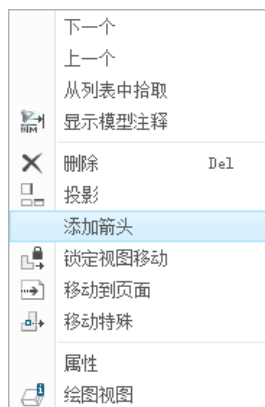

图 3.8.13 快捷菜单
(1) 选取图 3.8.11 所示的全剖视图，然后右击，从图 3.8.13 所示的快捷菜单中选择 添加箭头 命令。
(2) 在系统 给箭头选出一个截面在其处垂直的视图。中键取消。 的提示下，单击主视图，系统自动生成箭头。